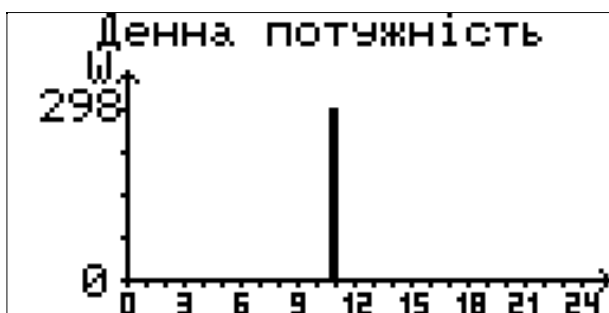

Рис. 15
7.2.2.7 Екран «Денна потужність» представлений на Рис. 15.